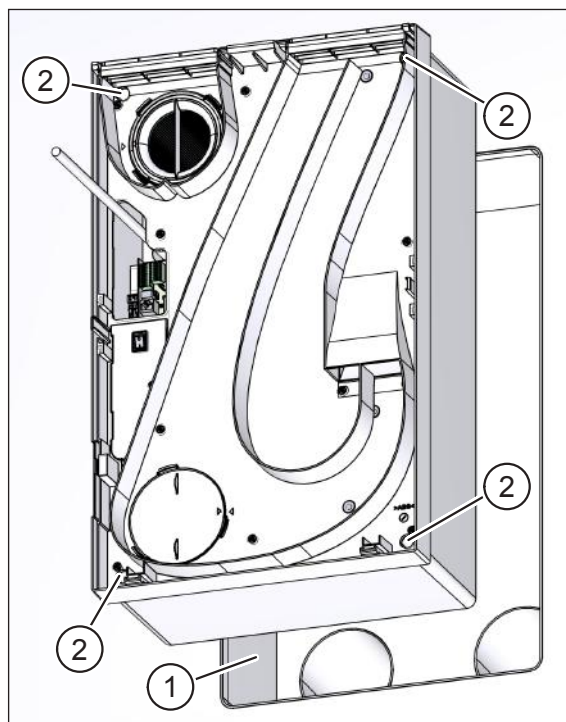

Рис. 36: закрепить вентиляционную установку – встроенный монтаж
- ▶ Осторожно задвиньте вентиляционную установку до упора в монтажную коробку (поз. 1 на рис. 36).
- ▶ Закрепите вентиляционную установку четырьмя крестовыми винтами 5 x 100 мм (поз. 2 на рис. 36). Винты при этом слегка затяните крест-накрест.